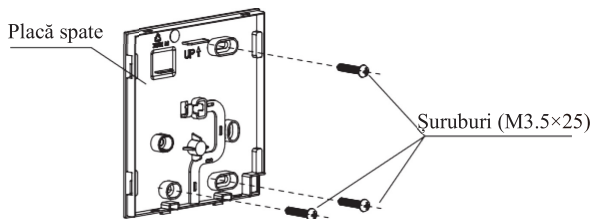

Fig. 3-3
- Pentru montarea în relief, fixați placa din spate pe perete cu cele 3 șuruburi (M3,5×25) și dibluri. (Fig. 3-3)